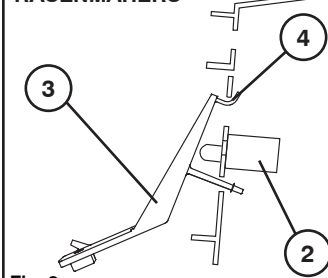

Fig. 2
- Nehmen Sie den Sackvollheber (3), stecken Sie den Stift (4) in den oberen Schlitz und drehen Sie den Hebel (3), bis er einrastet (Siehe Abb. 2 und Abb. 3)
- Die Schaufel (5) nicht für schweres/nasses Gras einbauen.
- Für leichteres Gras die Schaufel (5) mit Stufe "1", "2" oder "3" benutzen ("3" ist für sehr leichtes oder trockenes Gras bestimmt).
- Wählen Sie die Einstellung und drehen Sie die Beutelfüllschaufel (5) so, dass die gewünschte Nummer (Einstellung) vor Ihnen liegt.
- Die Schaufel (5) auf dem Hebel (3) positionieren, so dass der Stift (6) am Ende des Sackvollhebels (3) durch den rechteckigen Schlitz führt; sicherstellen, dass die Löcher des Sackvollhebels (3) und der Schaufel (5) deckungsgleich sind.